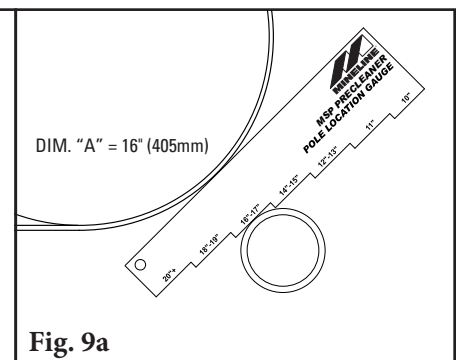

Fig. 9a
- Confirme la ubicación correcta del eje.** Después de instalar el limpiador, deslice el Indicador de ubicación del eje (que se incluye en el paquete de instrucciones) entre el eje del limpiador y la polea, hasta que se detenga en una grada (Fig. 9). Lea el área plana en donde se apoya el eje (Fig. 9a). Este diámetro debe ser igual a la medida A que se utilizó en el Paso 1.